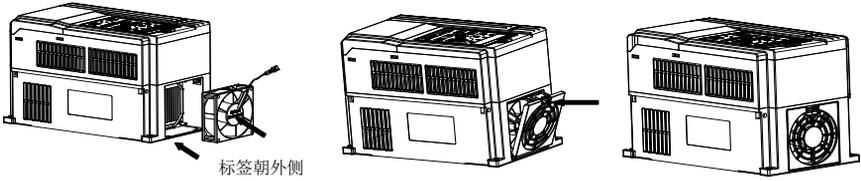

图 8-2 (a) 安装风扇引线图
1. 如图 8-2 (a) 所示手指向内侧下压风扇引线端子弹性卡扣，同时稍用力垂直插入引线端子，然后再将风扇垂直放入风扇槽内。
2. 如图 8-2 (b)、(c) 所示将风扇罩一端斜插入装配孔内，另一端扣入到位即可。